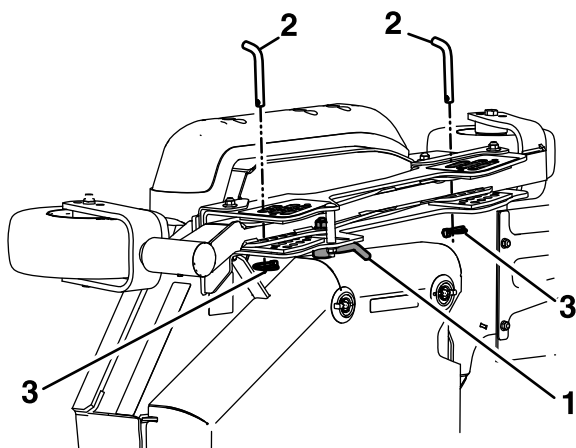

Figura 77
3. Abra los bloqueos de leva de las carcasas laterales derecha y izquierda (Figura 77).
4. Retire y guarde la trabilla de altura de corte de la carcasa lateral (Figura 77).